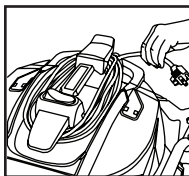

FIGURE 19
42. Enroulez le cordon d'alimentation sur le rembobineur logé sur le dessus du couvercle du réservoir, soit devant et derrière la poignée. **FIGURE 19.**